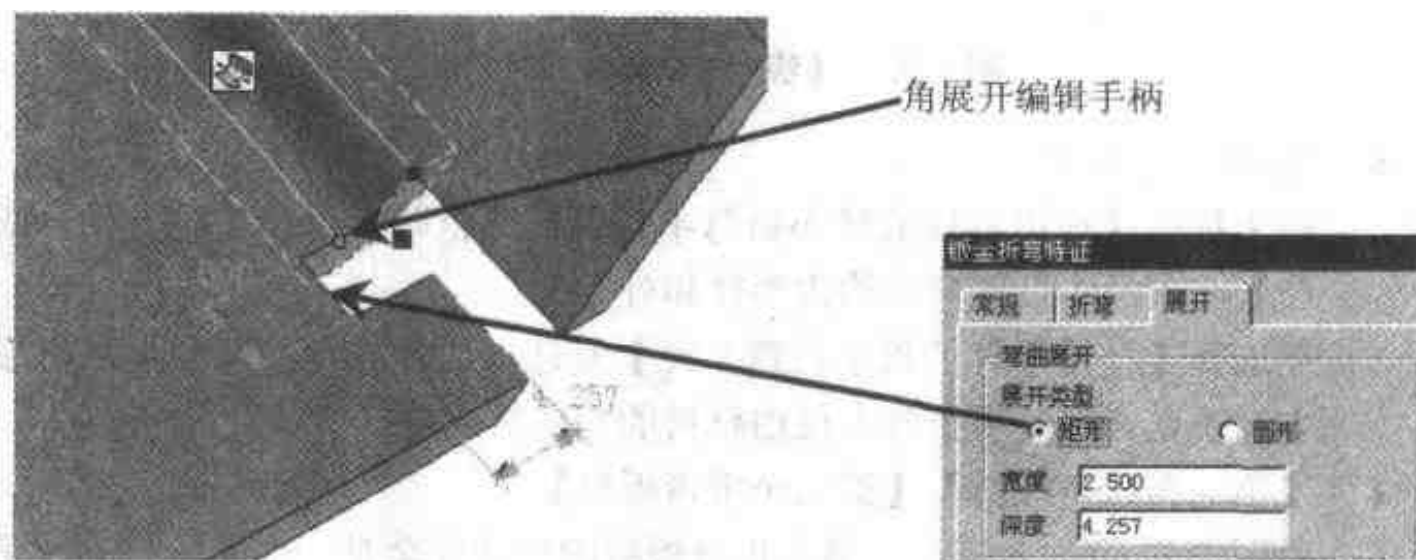

图 1.59 弯曲展开的切口形状和尺寸表示
**【矩形】**或**【圆形】**用于指定弯曲图素展开的切口形状, 而**【宽度】**或**【深度】**文本框中的值, 则表示切口尺寸(图 1.59)。